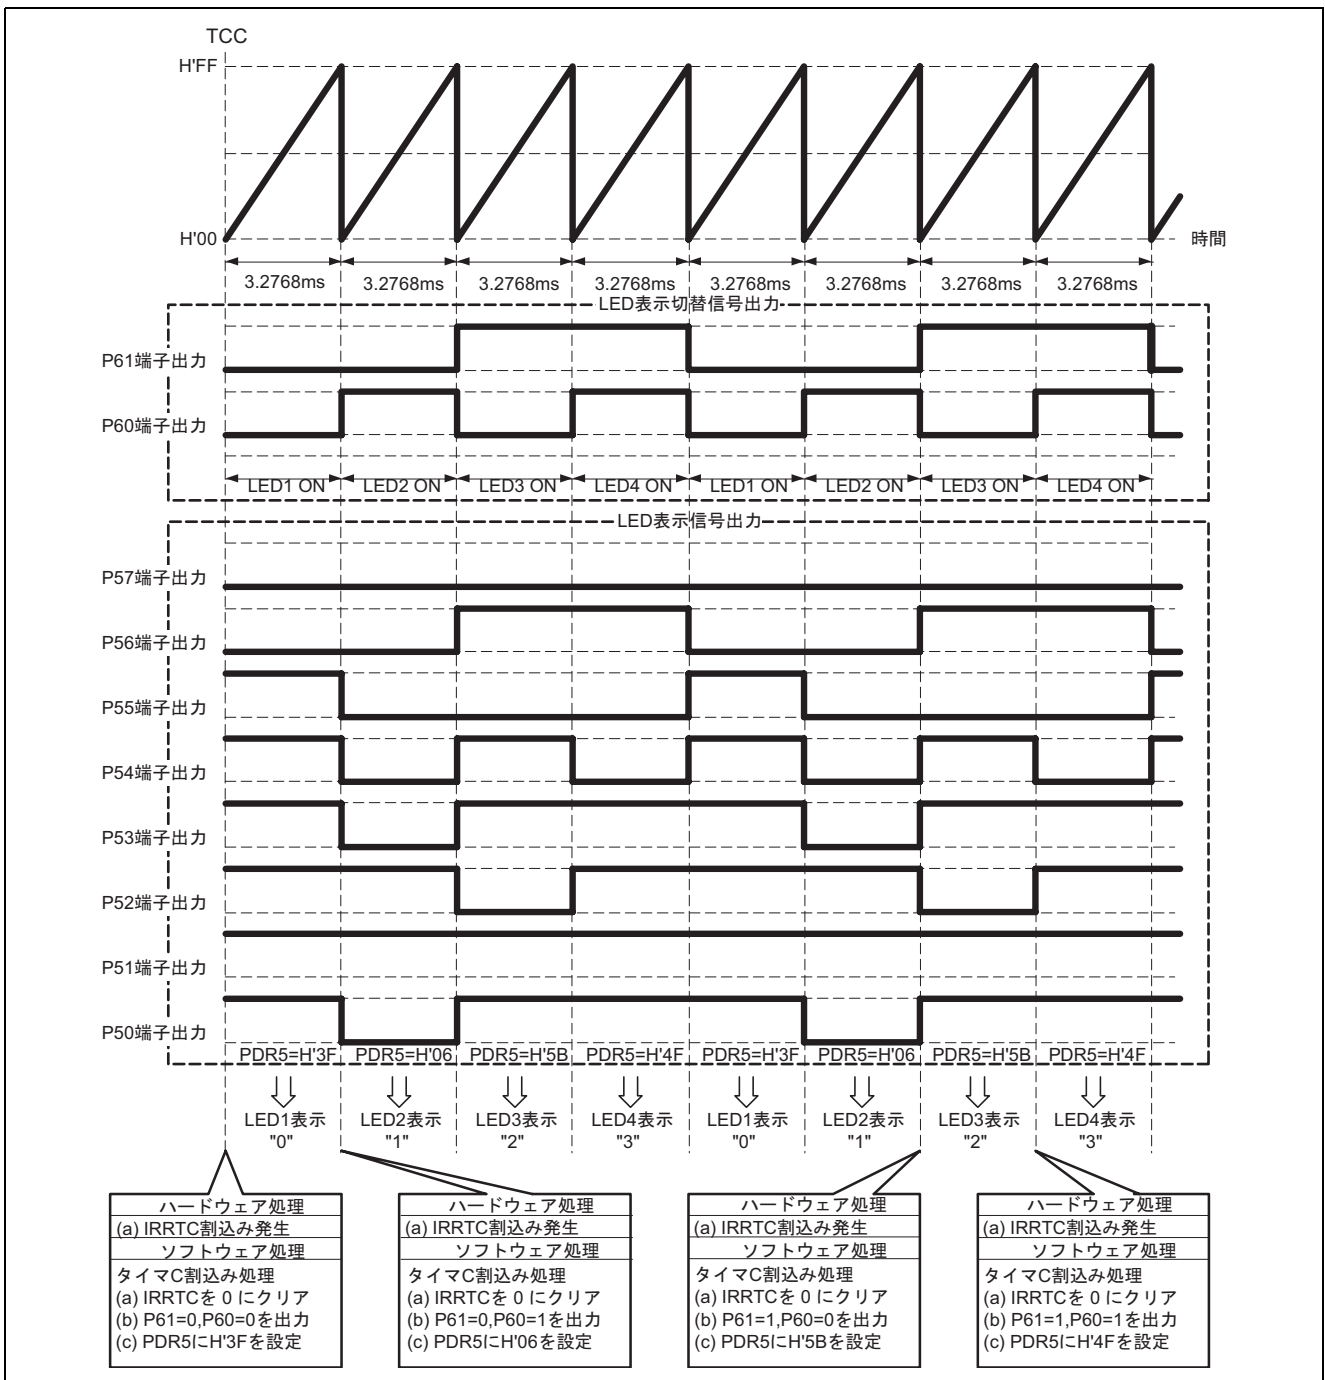

図7 7セグメント LED 表示制御の動作原理
(2) 7セグメント LED の表示制御の動作原理について説明します。図7は LED4~LED1 に “3210” を表示する場合の動作原理について説明しています。図7に示すようにタイマ C オーバフロー周期ごとに LED1~LED4 を順番に表示させることにより7セグメント LED のダイナミック表示を行っています。